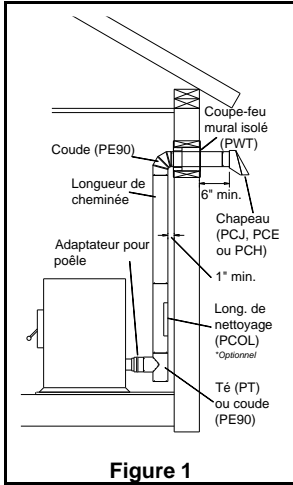
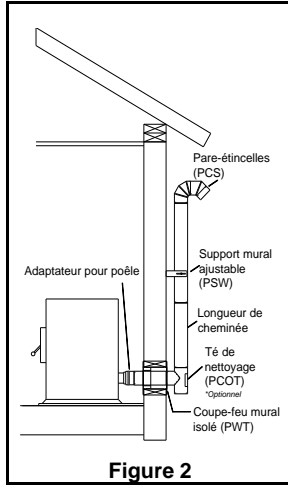
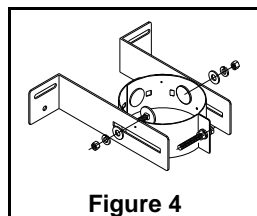

Figure 1
Figure 2
Figure 4
La Figure 1 et la Figure 2 illustrent les installations préférables, car elles procurent un tirage naturel lorsque survient une panne d'électricité. La Figure 3 illustre également une installation horizontale courante.
REMARQUE : Si la cheminée passe directement à travers le mur extérieur, comme indiqué à la Figure 2, il est recommandé d'installer un té de nettoyage (PCOT) plutôt qu'un té normal (PT). Le té PCOT est muni d'un panneau d'accès qui permet le nettoyage de la portion horizontale par l'arrière du té.
- Fixez les longueurs et les composants supplémentaires, au besoin. Consultez les Figure 1, Figure 2, et Figure 3 pour les installations typiques.
- Si la cheminée s'élève sur le mur extérieur (Figure 2), vous devez installer un support mural (PWS). Préassemblez le support comme indiqué à la Figure 4. Le collet s'adapte à un système d'évent pour appareil à granules de 3" ou 4". Installez le support mural sur la cheminée et serrez le boulon de blocage du collet juste assez pour tenir en place le support mural.
FACULTATIF : Si la cheminée pour appareil à granules se trouve dans un espace restreint (Figure 1), il est avantageux d'installer une longueur de nettoyage (PCOL). Les longueurs de nettoyage sont munies d'un panneau d'accès qui peut être orienté dans n'importe quelle direction et qui simplifie grandement le nettoyage.